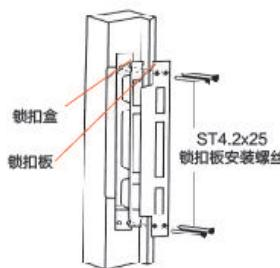

图9
- 9-1 按图9所示：锁扣板中心线对齐锁体中心线，标出扣板的安装位置及开孔（开孔尺寸见纸规）。用螺丝固定。